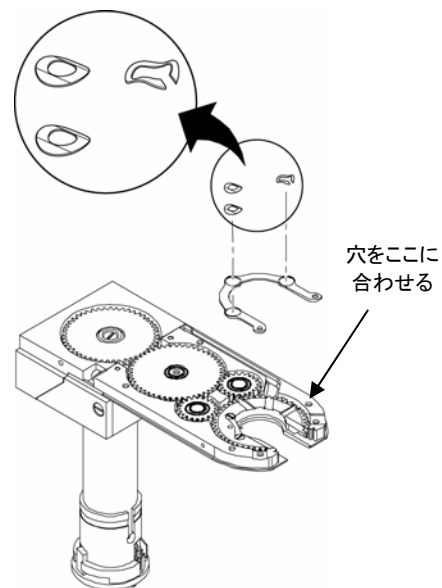

Figure 53 ブラシとディスク・スプリングの取り付け
5. 新しい波型スプリングと 2 個の湾曲したディスク・スプリングをブラシのポケットに取り付けます。このとき、図のように湾曲が上向きになるようにしてください。Fig.53 をご参照ください。